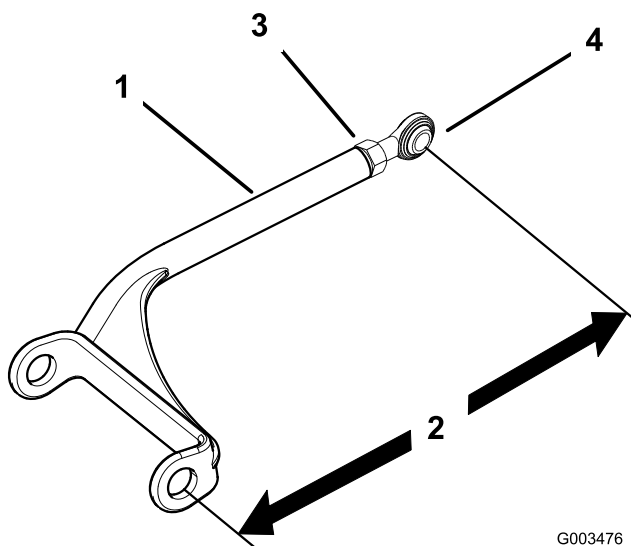

Figura 52
1. Afloje la contratuerca y gire la articulación esférica en el sentido contrario a las agujas del reloj, una vuelta cada vez (Figura 52).
2. Ajuste cada lado en la misma cantidad. Cada brazo de empuje debe tener una longitud de 384 mm (Figura 52).